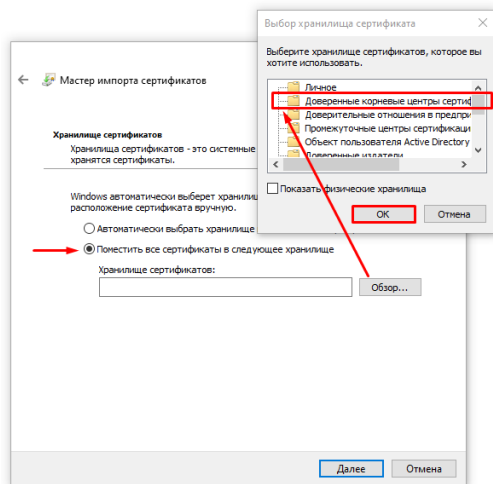

Рис. 5.22. Выбор хранилища для сертификатов
- Выберите «Поместить все сертификаты в следующее хранилище» и нажмите кнопку «Обзор...» (см. рис. 5.22).